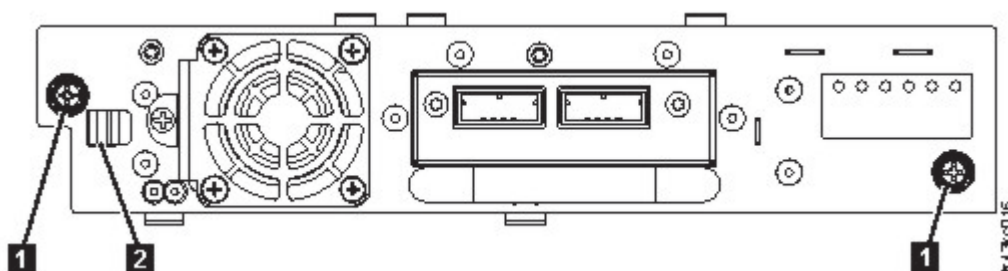

Figura 61. Desbloqueo de la unidad
- Afloje los tornillos cautivos azules (**1** en Figura 61) en la unidad de cintas. Pulse la palanca de bloqueo (**2** Figura 61) hacia la derecha y tire hacia del manejador de la unidad de cintas mientras la parte inferior de la unidad se apoya para retirarla de la unidad.